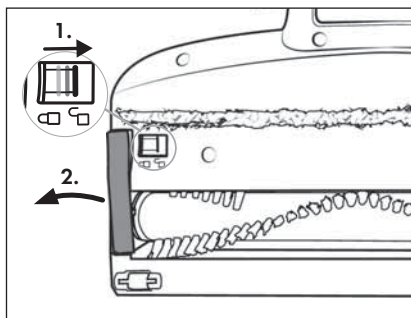

Fig. 26
- 2) Para desencastar el rodillo de cepillos **21**, desplace el desencastre del rodillo de cepillos **19** con el dedo hacia el símbolo  (abrir). Tras esto, retire el soporte del rodillo de cepillos **20** del cepillo para suelos **22** (consulte la fig. 26).